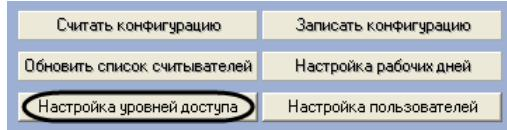

Рис. 3.3—7 Переход к настройкам уровней доступа
1. Перейти на панель настроек объекта **ППК Рубикон** (Рис. 3.3—7).
2. Нажать нажать кнопку **Настройка уровней доступа** (см. Рис. 3.3—7).